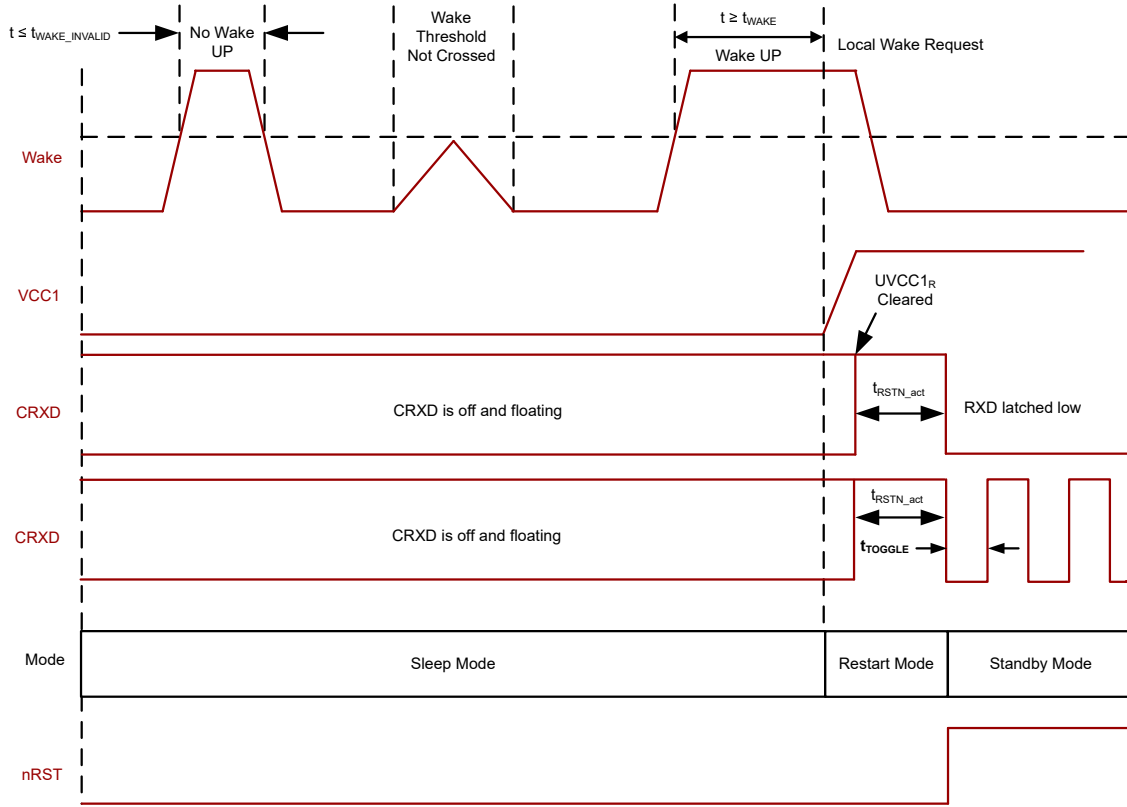
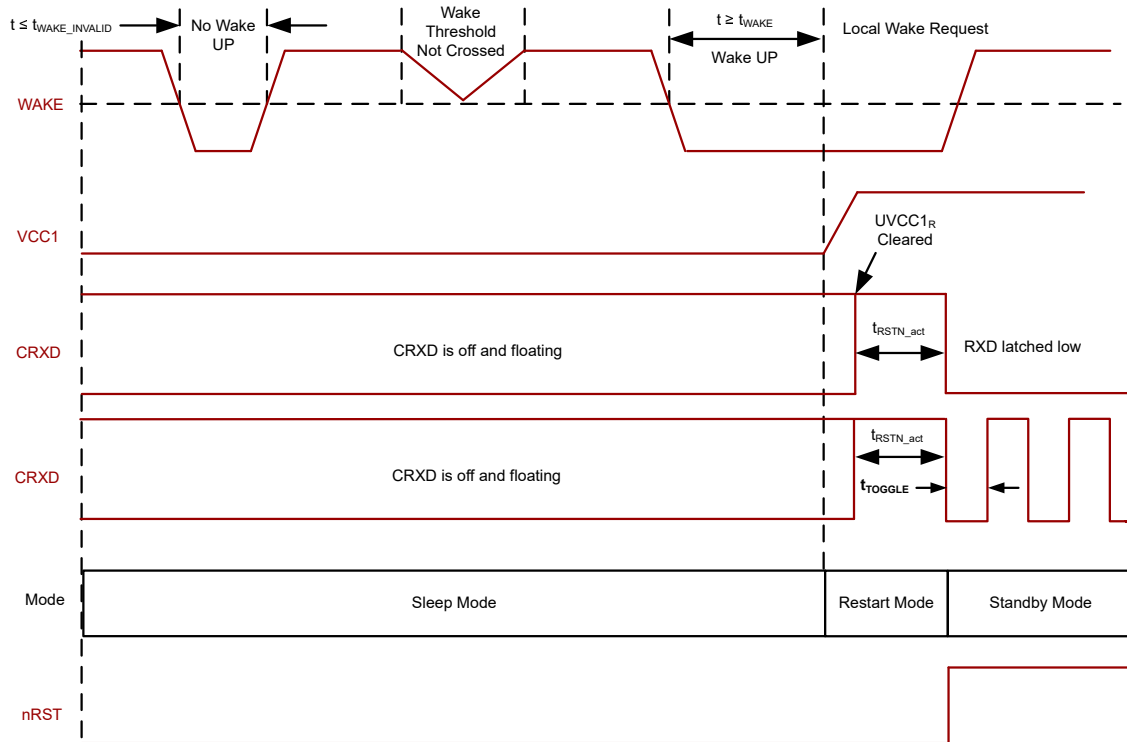

图 8-32. 本地唤醒 - 上升沿
图 8-33. 本地唤醒 - 下降沿
WAKEx 引脚默认为双向输入，但可通过 WAKE\_CONFIG 寄存器 8'h11[7:6] 配置为上升沿和下降沿转换，具体请参阅图 8-32 和图 8-33。WAKE 引脚是基于接地的唤醒输入，可与开关一起连接到接地或  $V_{SUP}$ 。WAKEx 引脚输入阈值可以基于 VCC1 电平，从而允许直接连接到处理器或通过开关连接到 VCC1 电源压轨。如果不使用该端子，则将其连接至接地，以避免不必要的寄生唤醒。在器件进入睡眠模式后，WAKEx 端子电压电平需要在  $t_{WAKE}$  内一直处于低电平或高电平状态，才能确定 WAKE 输入的状态转换。小于  $t_{WAKE\_INVALID}$  的脉冲宽度会被滤除。
- 图 8-32 和图 8-33 提供了上升沿或下降沿 WAKE 输入的示例。一旦  $VCC1 > UVCC1$  并且进入待机模式，RXD 会被拉至低电平。